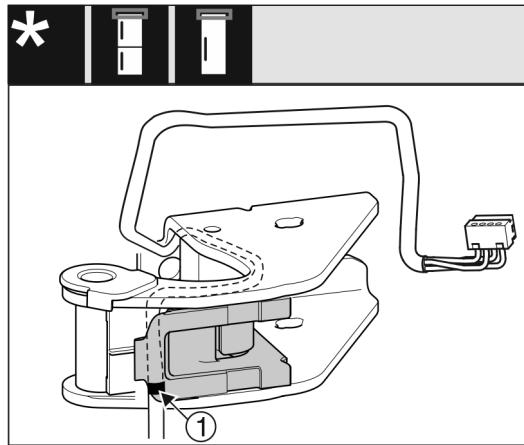

Fig. 29
- ▶ 中间标识 Fig. 29 (1)必须位于电缆支架的边缘。